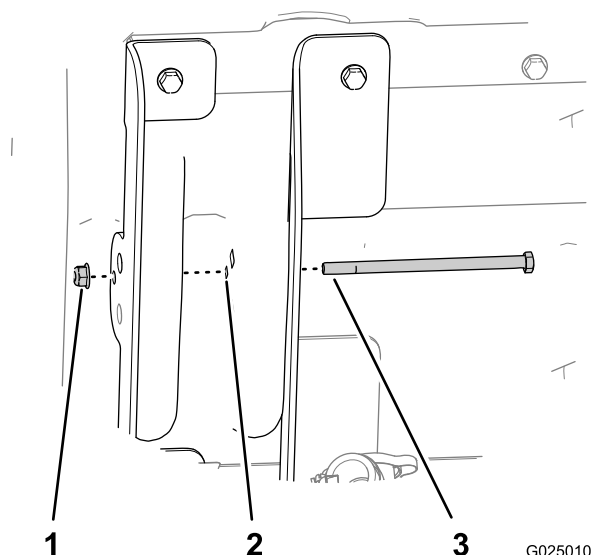

Figure 5
7. Insérez le boulon à tête hexagonale (5/16 x 5-1/2 po) dans le trou de 79 mm du support de relevage intérieur (brides longues), la structure du plateau et le support de relevage extérieur (brides courtes), comme montré à la Figure 5.
8. Fixez le boulon avec l'écrou à embase (5/16 po) serré à la main (Figure 5).
11. Serrez fermement l'écrou à embase qui fixe le boulon (5/16 po) (Figure 5).